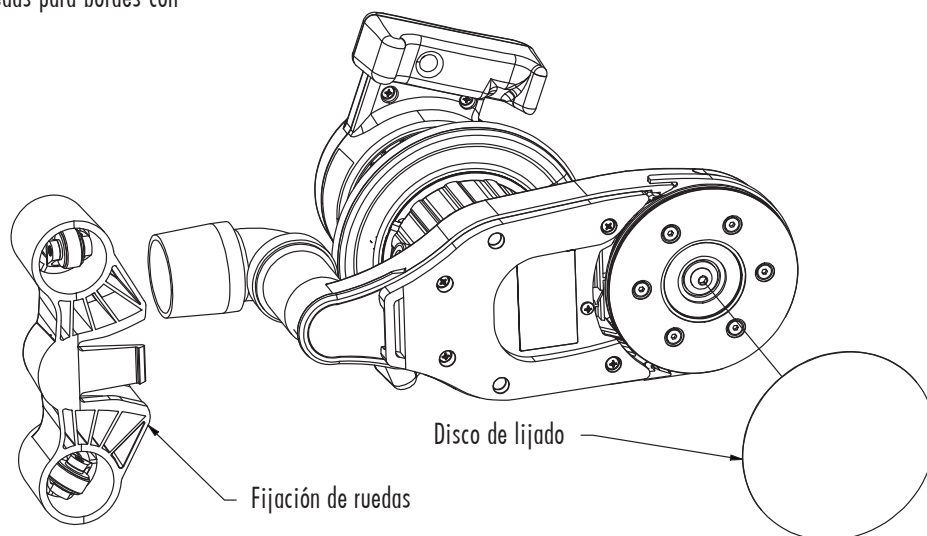

Figura 4
2. La máquina solo acepta discos abrasivos de velcro. Al instalar un disco abrasivo, tenga cuidado de centrar el disco en el impulsor (Figura 4).
Para el lijado de escaleras, retire el accesorio de ruedas para bordes con un golpe rápido hacia atrás (Figura 4).